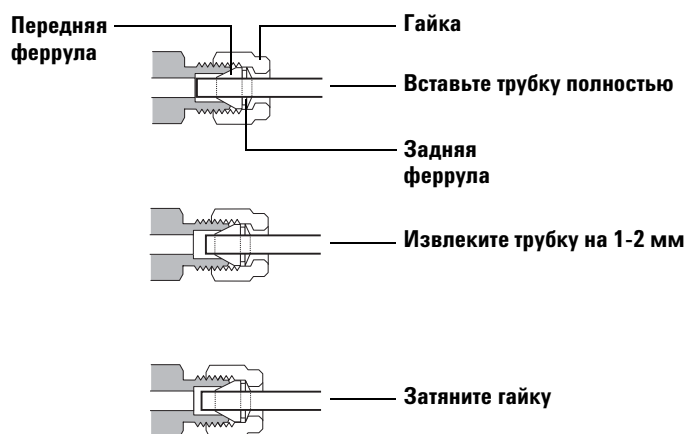

Рис. 9 Вставка трубки
- 5 Полностью вставьте трубку в заглушку, затем извлеките ее приблизительно на 1-2 мм (Рис. 9).